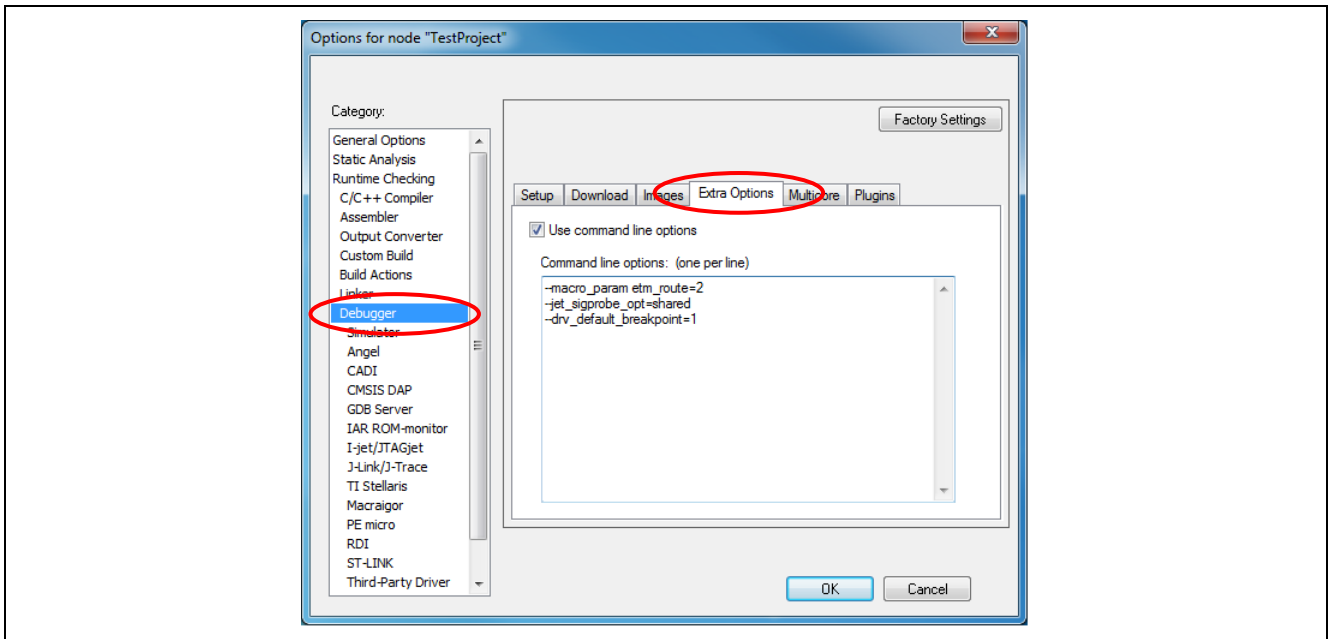

図 3.20 Cortex-M3 のデバッグのためのデバッガオプション変更
- (a) デバッガを起動する前に、Cortex-R4 プロジェクトの “Debugger” の 「Extra Options」 タブで、以下の 2 行を追加します (図 3.20)。